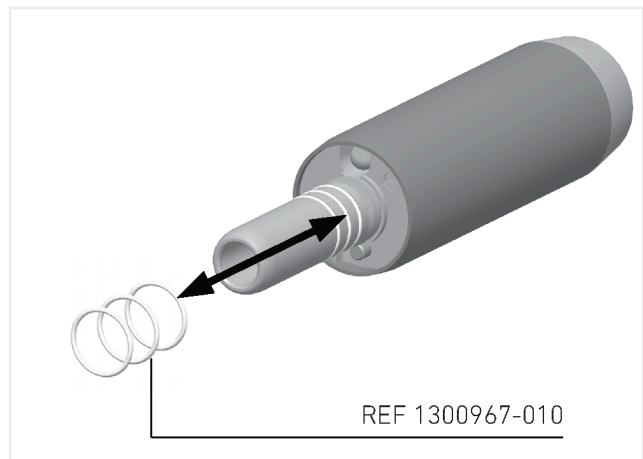

FIG. 7
2. Retirez l'ampoule par le petit trou situé sur le côté en la poussant vers l'avant (évitiez de toucher la partie en verre de l'ampoule)(FIG. 7).